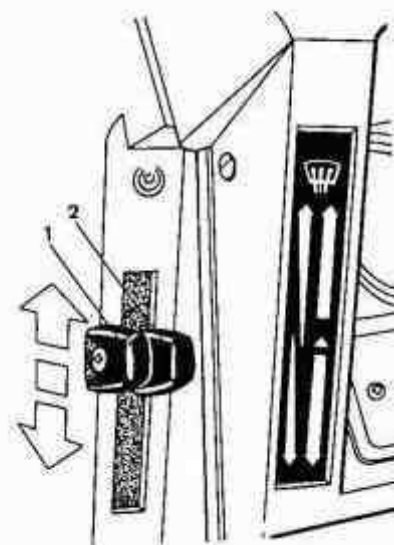

Fig. 50. Palancas de selección de aire caliente o ambiental y de canalización.
(Fig. 50)
Palanca de canalización de aire (2) (Fig. 50)
- * Desplazándola hacia el tercio central de la escala conecta la primera velocidad del ventilador, forzando así la entrada de aire (caliente o ambiental), según esté situada la palanca (Fig. 50).
- * Colocándola en la posición inferior conecta la 2.ª velocidad del ventilador, consiguiendo así el mayor flujo de aire forzado (caliente o ambiental), según esté situada la palanca (Fig. 50).